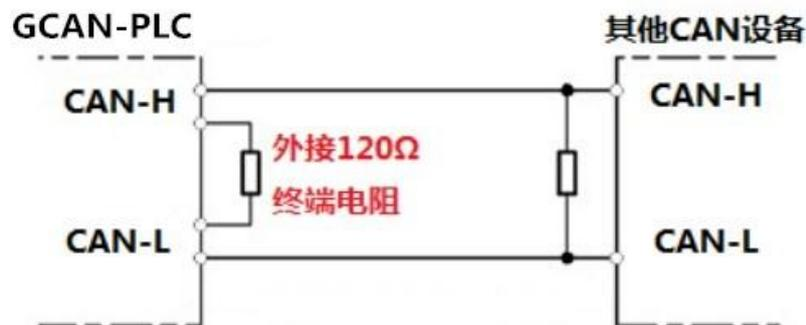

图 3.2 GCAN-GT-412 与其他 CAN 节点设备连接
为了增强 CAN 通讯的可靠性，消除 CAN 总线终端信号反射干扰，CAN 总线网络最远的两个端点通常要加入终端匹配电阻，如图 3.2 所示。终端匹配电阻的值由传输电缆的特性阻抗所决定。例如双绞线的特性阻抗为  $120\Omega$ ，则总线上的两个端点也应集成  $120\Omega$  终端电阻。如果网络上其他节点使用不同的收发器，则终端电阻须另外计算。
**请注意：**GCAN-GT-412 的 CAN 总线内部未集成  $120\Omega$  终端电阻。如果节点数目大于 2，中间节点不需要安装  $120\Omega$  的终端电阻。需要使用时，将电阻两端分别接入 CAN\_H、CAN\_L 即可，如图 3.2 所示。